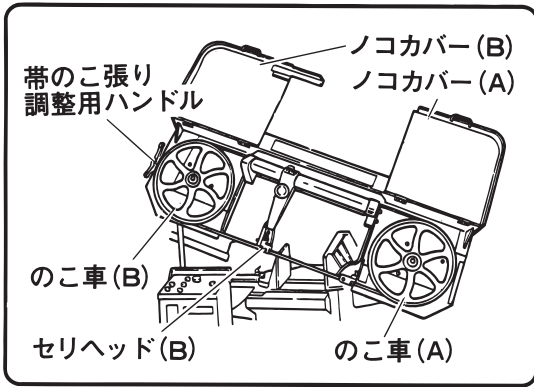

図 17
(1) ノコカバー (A) およびノコカバー (B) を上方に開きます。(図17)
(4) 帯のこ張り調整用ハンドルを反時計方向にまわし、のこ車 (B) をセリヘッド (B) の方に移動させます。(図17, 19)
(5) 帯のこをフレームの上方側よりさし込み、さらにのこ車 (A), のこ車 (B) の順にかけてください。(図17)
- (11) ノコカバー (A) およびノコカバー (B) を下方に閉じます。(図17)
- (12) 電源プラグを電源にさし込みます。
- (13) 電源スイッチを入れ、運転スイッチを押して、帯のこが異常なく回転することを確認してください。